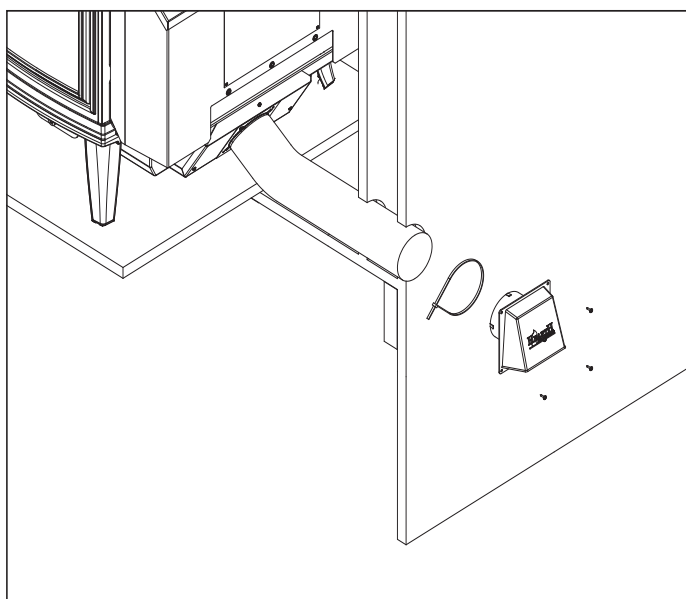
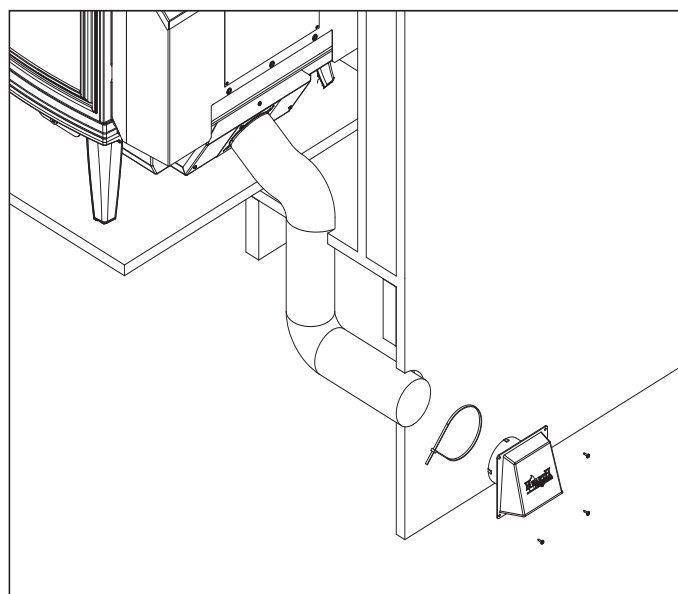

Figure 15.1 - Installation arrière
Figure 15.2 - Installation au sol
2. Utilisez un tournevis à tête cruciforme no 2 pour fixer l'adaptateur flexible au poêle au moyen de 4 vis. **Figure 15.1 & Figure 15.2.**